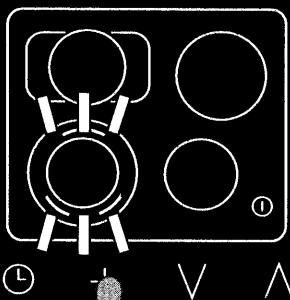

Fig. 4
- ... trycker du lätt på symbolen +. I timerns displayfält blinkar då **P2**. I displayfältet för varmezon 1 (längst fram till vänster) blinkar symbolen för anpassningen \odot (fig. 4).